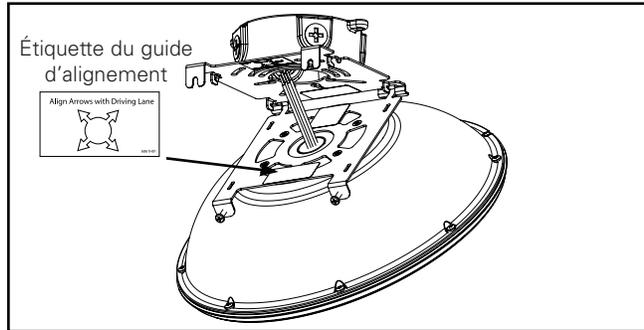

Figure 8.
- Installez la plaque de montage rapide à une boîte de jonction pour endroits humides (non fournie) en utilisant la quincaillerie fournie (vis n° 8-32 x 19 mm (3/4 po) ou n° 10-24 x 19 mm (3/4 po)). Consultez le guide d'alignement ci-dessus pour voir l'alignement des flèches avec l'étiquette de la plaque de montage rapide (Figure 8).
- Accrochez le luminaire à la plaque de montage rapide en insérant les languettes en T dans les fentes de support (Figure 8).
### Effectuer les raccords électriques (Figure 8)